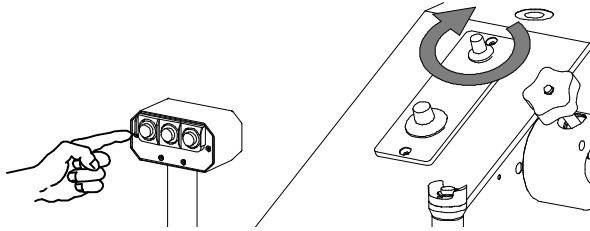

Abb. 12
c) Auf dem linken Griff befindet sich hingegen eine Druckknopftafel mit drei Knöpfen: Knopf Nr. 1, Nr. 2 und Nr. 3; da diese Knöpfe als Druckwähler funktionieren, braucht der Bediener nicht jedes mal eine neue Einstellung vorzunehmen, wenn er eine andere Stanzmessergroße verwendet. Der Knopf Nr. 1 (Abb. 12) links auf der Tafel wird betätigt, wenn weiche Materialien mit Stanzmessern, mit einer kleinen Messerlänge benutzt werden. Über das Potentiometer (Abb. 12) kann der Wert schrittweise fast bis auf den Wert des Knopfes Nr. 2 um einen Stanzhub einzuleiten, müs erhöht werden.